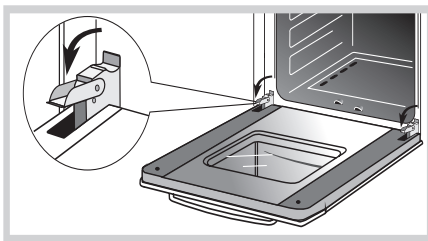

Рис.22
- поднимите и поверните до упора рычаги, расположенные на двух шарнирах (рис. 22),